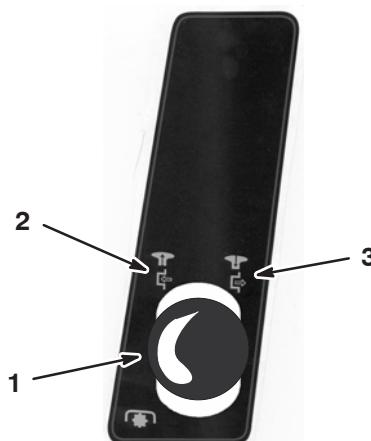

Bild 10
- Kuppeln Sie den Zapfwellenantrieb (ZWA) aus. Siehe Bild 10.
- Stellen Sie den Gashebel beim Anlassen eines kalten Motors auf Choke (Bild 10).